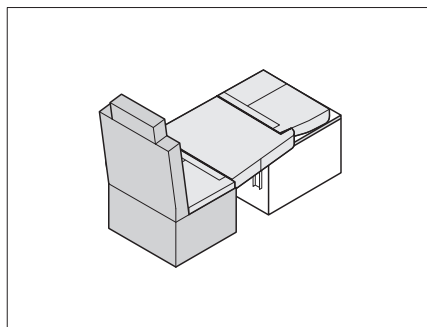

Fig. 229 Posizionamento dei cuscini
- Sistemare il cuscino del sedile e il cuscino aggiuntivo sul tavolo abbassato come illustrato in Fig. 229.